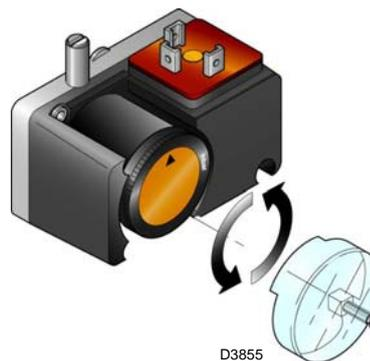

Fig. 35
- Régler le pressostat pour le contrôle d’étanchéité (Kit PVP)(Fig. 35 à la page 38), si présent, conformément aux instructions fournies avec le kit.
Régler le pressostat pour le contrôle d'étanchéité (Kit PVP)(Fig. 35) si présent, conformément aux instructions fournies avec le kit.